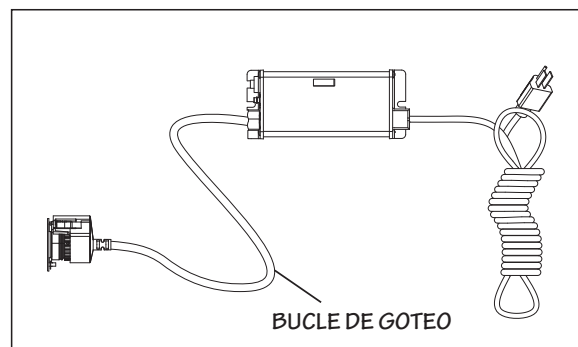

Figura 5 Bucle de goteo
- El controlador se debe montar encima o al lado de la cámara. Siempre monte el controlador horizontalmente para evitar que la humedad se filtre por la canalización de los cables y provoque un peligro de incendio. Es muy recomendable usar bucles de goteo en los cables conectados al controlador. Consulte Figura 5.
4. Monte el controlador VIQUA ICE de forma horizontal a la pared, cerca de la cámara. Lo idóneo sería colocar el controlador sobre el reactor y lejos de cualquier punto de conexión de agua para evitar que se vierta agua en el controlador por medio de fugas en un punto de conexión o un sistema de "transpiración". Asegúrese de permitir un "bucle de goteo", como se muestra en la Figura 5, en la lámpara y el cable de alimentación para evitar, de nuevo, que entre agua en el controlador.